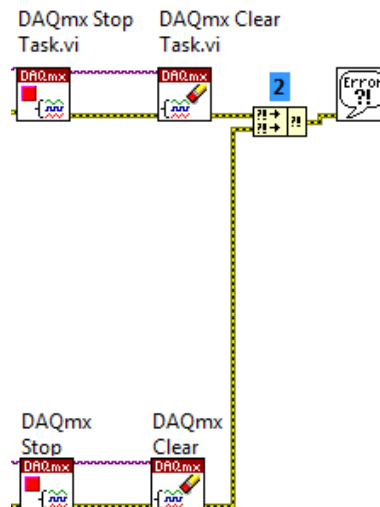

Figura 34. Todos os seus fios de erro são compatíveis então o VI Simple Error Handler pode exibir os erros ao usuário.
19. Conecte o fio de erro da saída do VI DAQmx Clear Task inferior à nova entrada da função Merge Errors. Seu código deve se assemelhar ao da figura 34.